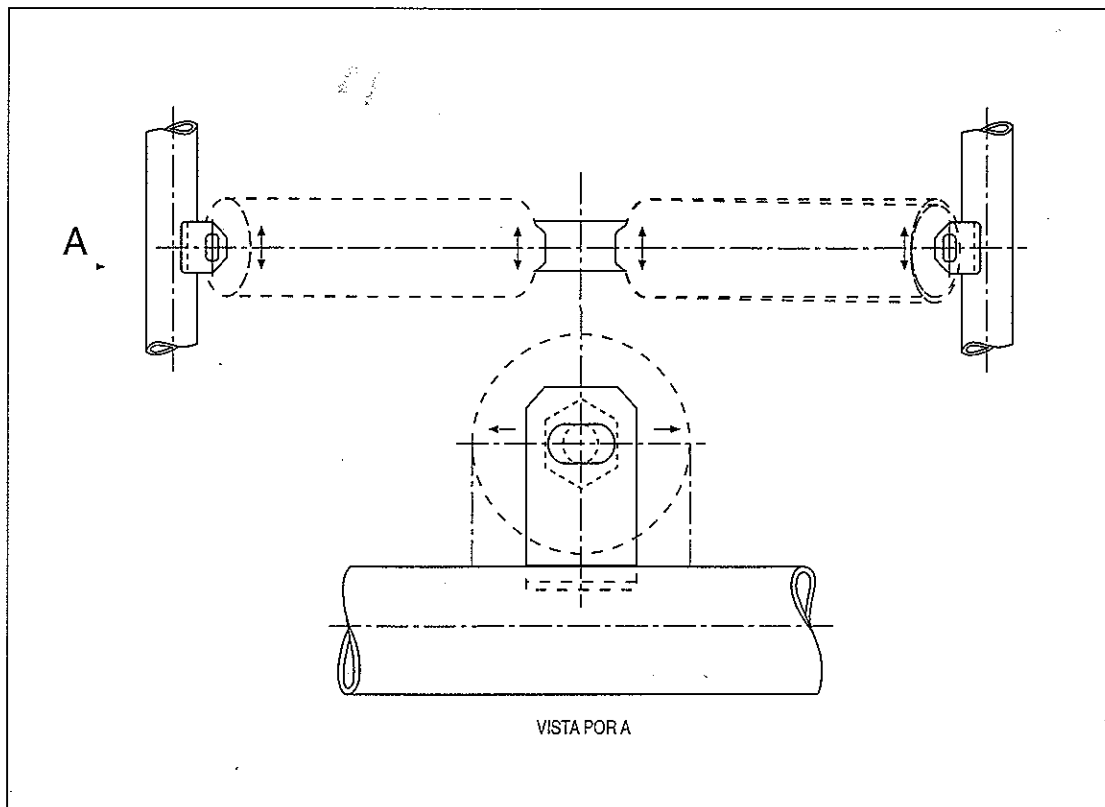

FIGURA 2
## ▫ REGLAJE DE BANDA (ver Figura 2)
- Verificar la correcta alineación de la banda con frecuencia y actuar como se indica en el capítulo "Reglaje de la banda". ( Figura 2)